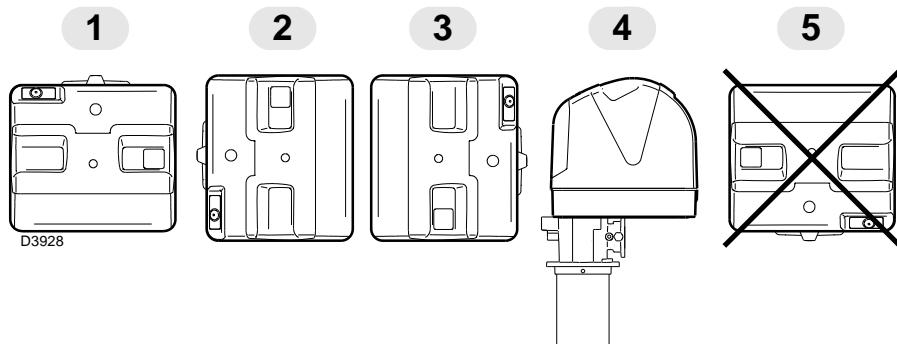

Fig. 9
- De brander is voorzien om uitsluitend in de posities **1, 2, 3 en 4** (Fig. 9) te werken.